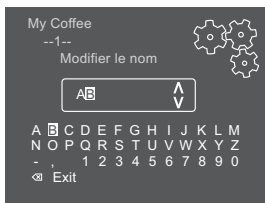

Fig. 18: Modification du nom d'un profil d'utilisateur
5. Sélectionner les différents caractères avec les « touches fléchées » et confirmer chacun avec « menu/ok » (voir Fig. 18).